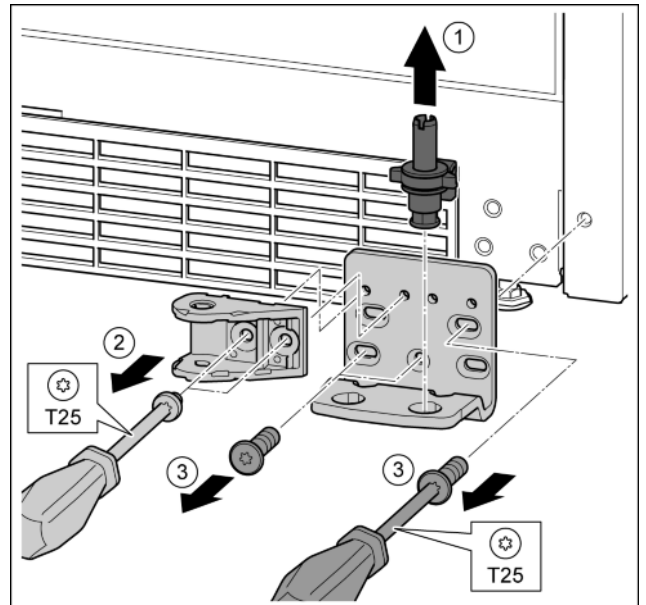

Fig. 28
- ▶ Опорный палец полностью извлечь движением вверх. Fig. 28 (1)
- ▶ Открутить винты отверткой T25 и снять соединительный элемент амортизатора закрывания дверей. Fig. 28 (2)
- ▶ Открутить винты отверткой T25 и снять опорный кронштейн. Fig. 28 (3)